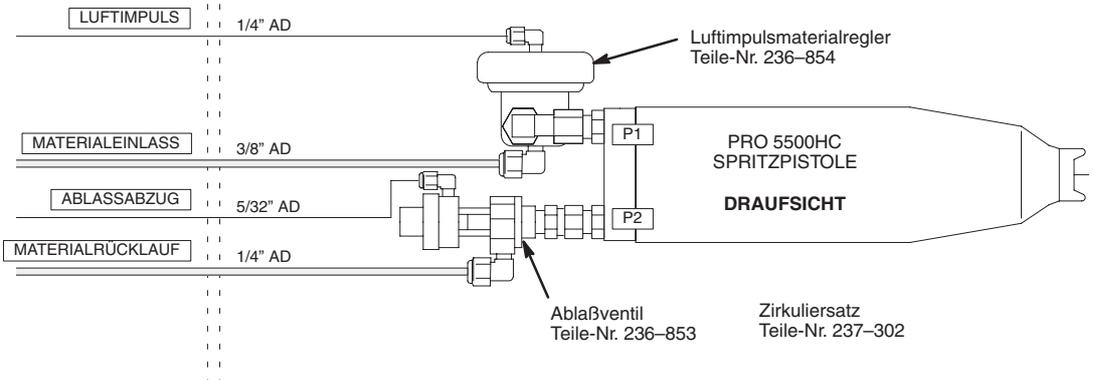
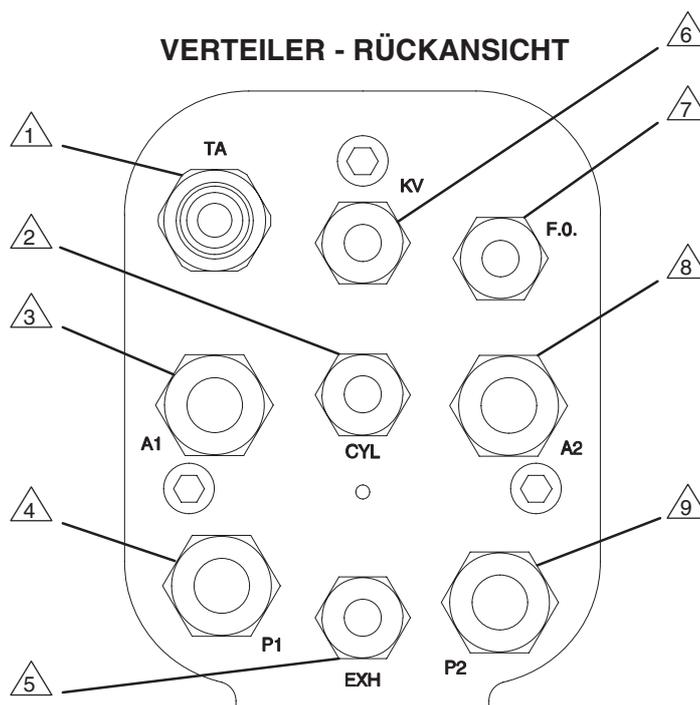

Abb. 2
Abb. 7
Die PRO 5500HC Pistolen bieten die Möglichkeit, die aktuelle Spritzspannung durch die optionale Lichtwellenleiter-Spritzspannungsanzeige zu überwachen. Beim Spritzen leitender Materialien kann entweder die KV-Anzeige oder die Anzeige von KV und Strom eine wertvolle Hilfe für die Überwachung der Spannungscharakteristik darstellen. Siehe Abb. 2 auf Seite 8.
Abb. 1 auf Seite 8 zeigt ein typisches System des Modells 5500. Abb. 2 zeigt einige mögliche Systemoptionen.
Die Abb. 1 und 2 auf Seite 8 zeigen die Luft- und Materialverbindungen. Luft- und Materialleitungen wie in Abb. 7 auf Seite 11 an den Verteiler der Pistole anschließen.
Im Lieferumfang der Pistole befindet sich ein nichteingebauter optionales Lichtwellenleiterfitting (124). Bei Verwendung einer KV-Anzeige das Fitting in den Verteiler einbauen. Siehe Abb. 7, Bemerkung 7. Lichtwellenleiter-Verbindungen sind in Abb. 2, Seite 8 dargestellt.